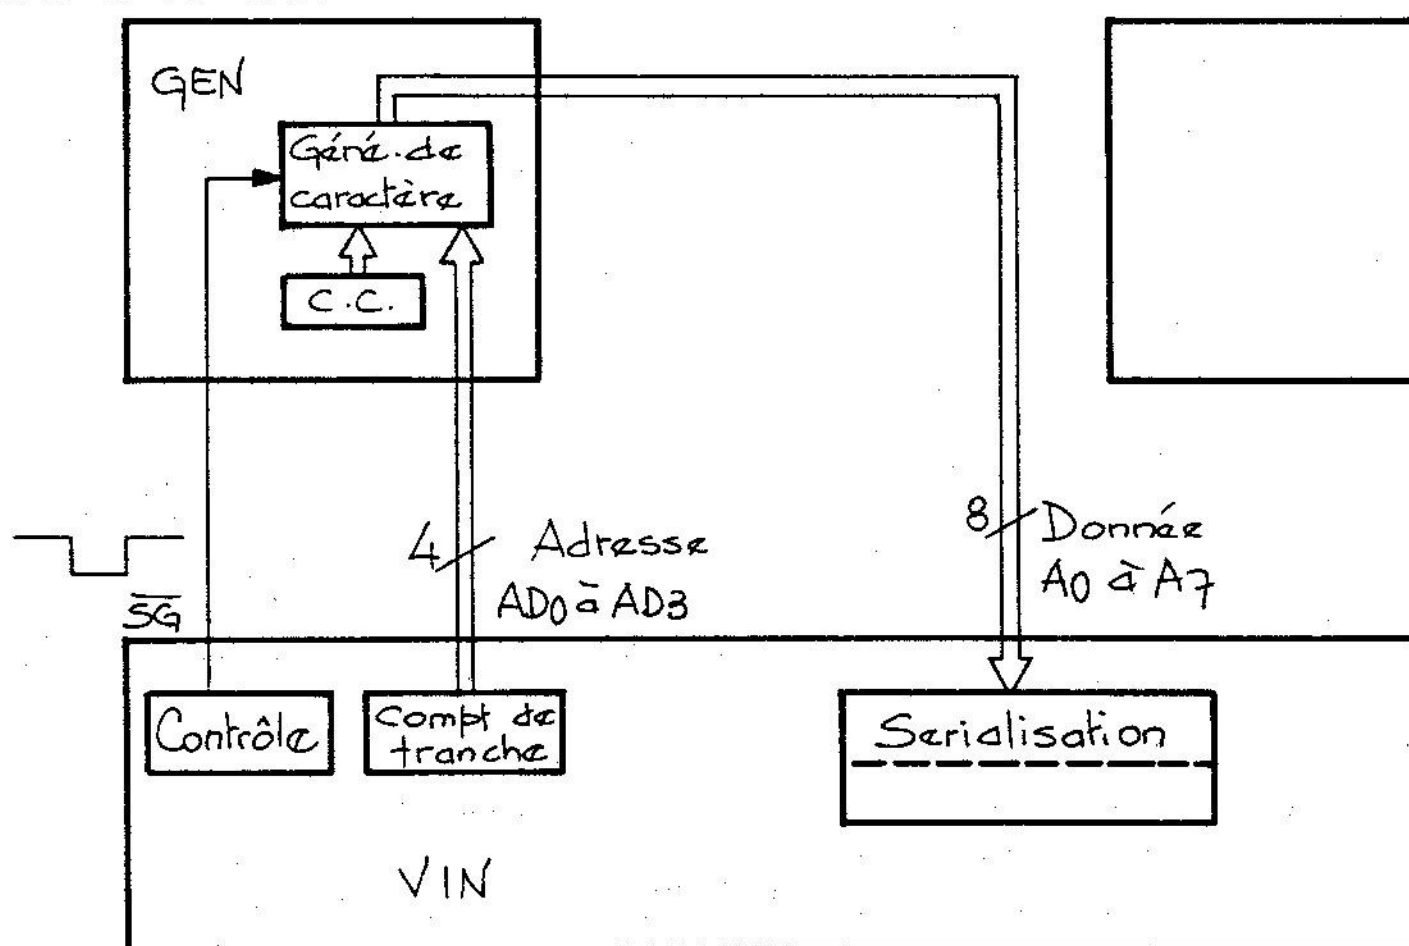

Fig. 22 Sortie du contenu de la bande
- Sortie de la tranche du caractère (voir Fig.22)